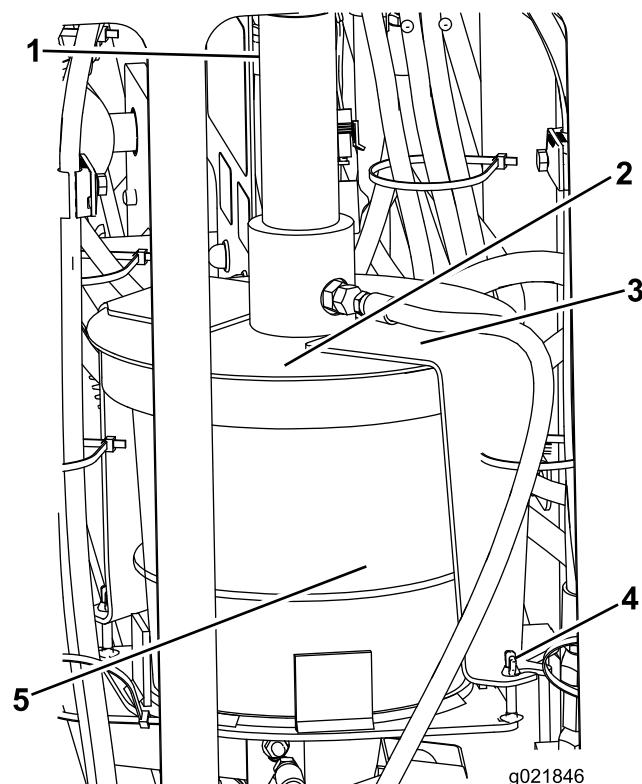

Рисунок 56
3. Ослабьте барашковые гайки крепления накладок крышки к машине (Рисунок 56).
4. Поверните крышку и снимите ее накладки с крепежных болтов (Рисунок 56).
5. Поднимите крышку в сборе, сняв ее с пустой емкости состава для резьбовых соединений (Рисунок 56).
7. Вставьте плунжер в новую емкость и опустите крышку в сборе на емкость (Рисунок 56).
8. Наденьте накладки крышки на крепежные болты и поверните крышку, чтобы накладки находились на болтах (Рисунок 56).